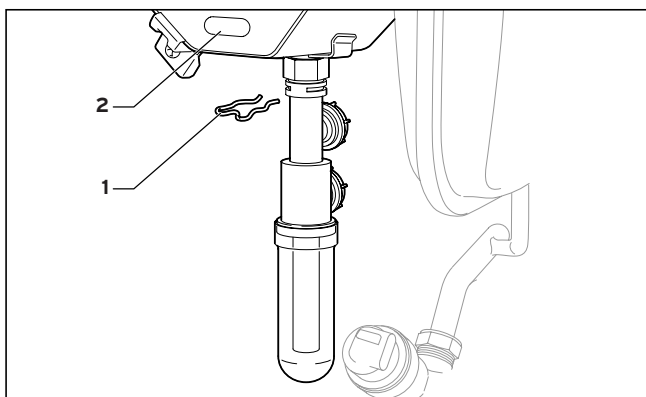

Fig. 7.6 Smontaggio del sifone di condensa
Per pulire i canali della condensa (fig. 7.6) è possibile staccare l'intero sifone della condensa estraendo il morsetto (1). Successivamente a ciò è possibile accedere ai due bocchettoni di scarico della condensa dello scambiatore di calore. Attraverso l'apertura inferiore (2) dello scambiatore di calore possono essere eliminati gli accumuli di impurità nel settore anteriore di scarico della condensa. Quindi riempire di nuovo il sifone con acqua.